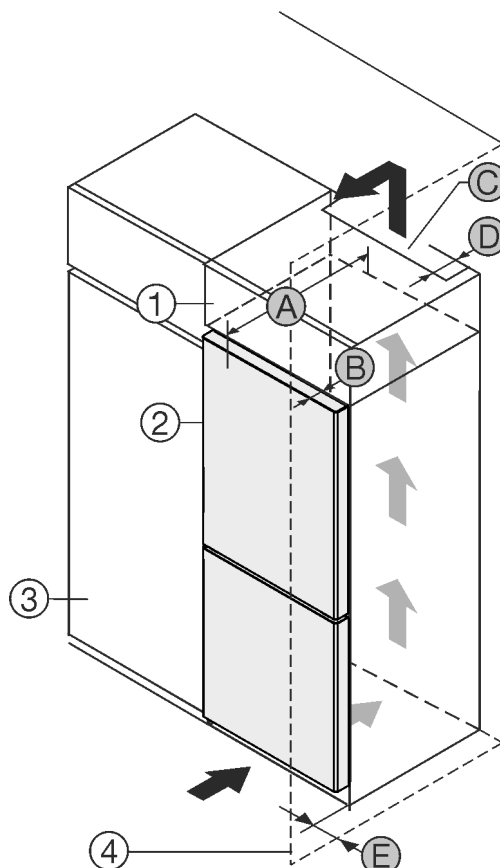

Fig. 1
- (1) Överskåp
- (2) Apparat
- (3) Köksskåp
- (4) Vägg
- (A) Apparatsens djup
- (B) Dörrens djup
- (C) Ventilationsarea
- (D) Avstånd, skåpets baksida
- (E) Avstånd, skåpets sida
Du kan ställa apparaten direkt bredvid köksskåpet Fig. 1 (3).
Bakom överskåpet måste det finnas en luftspalt med djupet Fig. 1 (D) längs hela överskåpets bredd.
Under taket måste angiven ventilationsprofil Fig. 1 (C) följas.
Om du placerar apparaten med gångjärnen bredvid en vägg Fig. 1 (4) måste avståndet mellan apparaten och väggen vara minst 13 mm.
Om du placerar apparaten med gångjärnen bredvid en vägg Fig. 1 (4) måste avståndet mellan apparaten och väggen vara minst 20 mm.
För att dörren ska kunna öppnas helt måste apparaten sticka ut från köksskåpets front med samma mått som dörrens djup Fig. 1 (B). Beroende på köksskåpens Fig. 1 (3) djup och om väggavståndshållare används kan skåpet skjuta ut ännu mer.